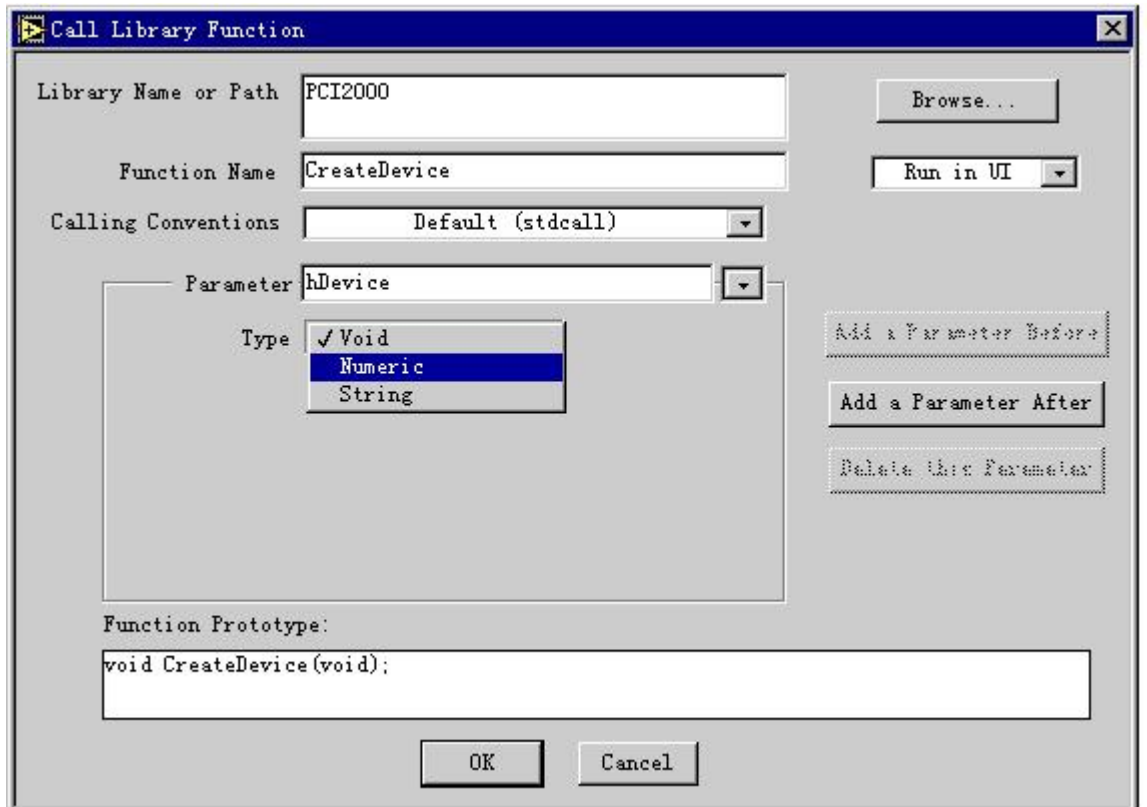

图 16 选择的参数确定基本类型
- 5.在 Type 下拉列表框中选择以确定以上返回值的类型，此处选择 Numeric,如图 16